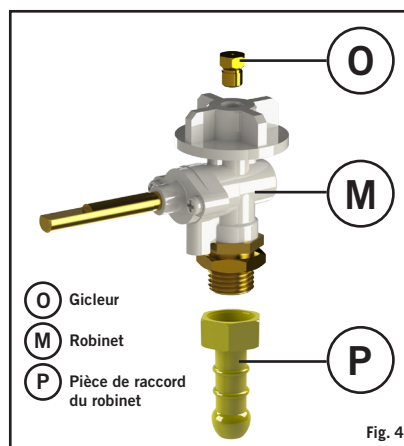

Fig. 4
- Sur l'autre extrémité, fixez un régulateur à basse pression de 30 mbar (configurations Butane I 3B/P (30), I 3+ (28-30/37)) ou un régulateur à basse pression de 37 mbar (configuration Propane I 3+ (28-30/37)) approprié, en vous assurant que le flexible est bien installé. Le flexible utilisé doit être conforme aux normes BS 3212:1991/SABS 1156-2 ou équivalentes. En Afrique du Sud, le régulateur utilisé doit être conforme à la norme SANS 1237.
- **Catégorie d'appareil:** I 3B/P (50) (AT, DE)
- Vissez un flexible disposant des bons raccords filetés à chaque extrémité sur le filetage gaz de 1/4 po gauche du robinet (O) (Fig. 4). Fixez un régulateur à basse pression de 50 mbar adapté à l'autre extrémité du flexible. Le flexible utilisé doit être conforme à la norme DIN 4815 partie 2 ou équivalente.